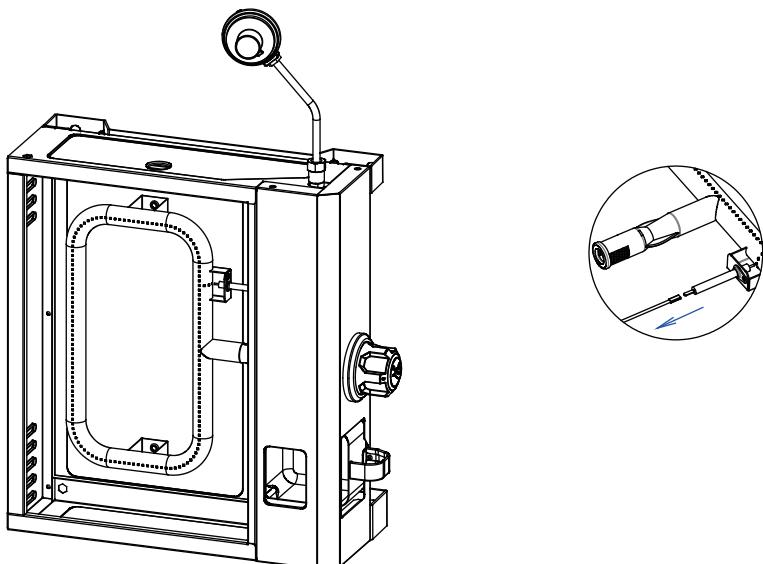

Figure 2
3. Détachez le fil d'allumage de l'électrode, comme illustré à la figure 2, et faites glisser le brûleur hors de la chambre de combustion.